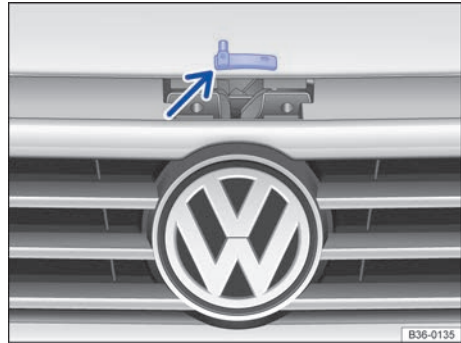

Fig. 296 Encima de la parrilla del radiador: palanca de apertura del capó del motor.
- Levante el capó por la palanca de apertura → fig. 296 (flecha) y ábralo del todo. El capó se mantiene abierto mediante el muelle de gas presurizado.